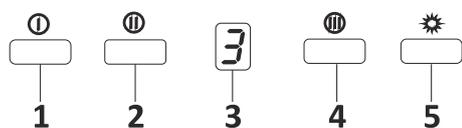

Fig. 18: Bouton de forage à 3 vitesses
1. ➤ Appuyez ce bouton pour allumer le produit. Le produit fonctionne également à la première vitesse lorsque ce bouton est appuyé. Fig. 18
2. ➤ Le produit fonctionne à la deuxième vitesse lorsque ce bouton est appuyé. Fig. 18
3. ➤ Écran de suivi : vous pouvez suivre la vitesse à laquelle le produit fonctionne sur cet écran. Fig. 18
4. ➤ Le produit fonctionne à la troisième vitesse lorsque ce bouton est appuyé. Fig. 18
5. ➤ Appuyez ce bouton pour allumer et éteindre la lampe. Fig. 18
6. ➤ Si vous appuyez sur tous les boutons de fonctionnement du moteur et les maintenez enfoncés pendant plus de 2 secondes, vous déclenchez une fonction de minuterie de 15 minutes. Un signal s'affiche au démarrage de la minuterie et le moteur s'arrête automatiquement après 15 minutes. Fig. 18